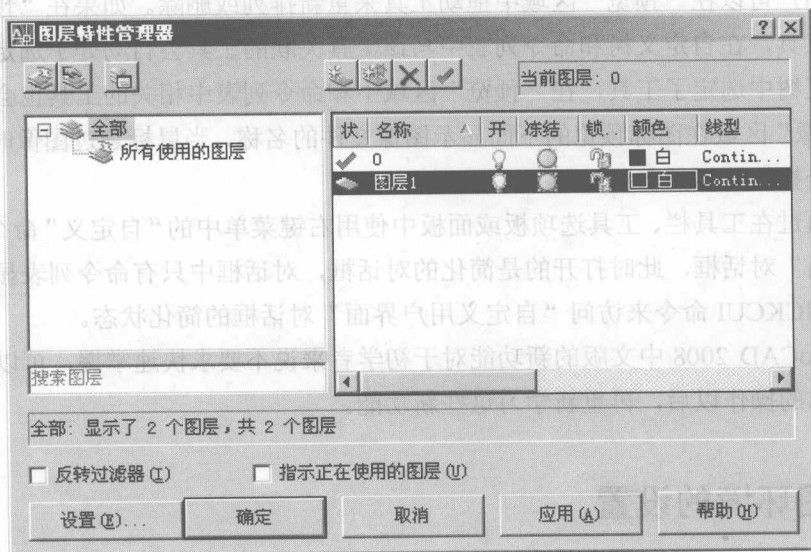

图 1-4 新建图层
(1) 在面板上单击 (图层特性管理器) 按钮, 系统弹出“图层特性管理器”对话框。
(2) 单击 (新建图层) 按钮, 默认设置如图 1-4 所示。